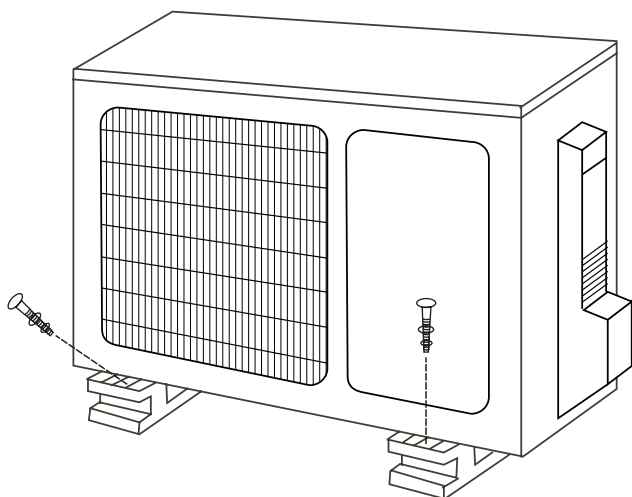

**Рис. 3.13**
2. С помощью скобы или клина подоприте блок, чтобы обеспечить достаточно места для присоединения трубопровода хладагента, сигнального кабеля и дренажного шланга (см. рис. 3.13).